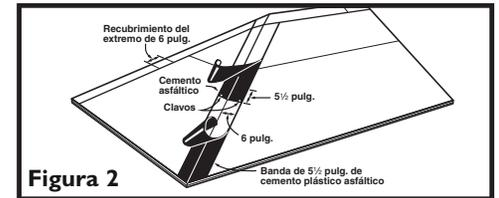

Figura 2
**Caballetes y cumbreras:** Recorte, empalme y clave las hojas cuando se unan en el caballete o cumbrera. Después, corte bandas de 12 x 36 pulg. del techo de rollo y dóblelas a lo largo para dejar 6 pulg. entre cada lado de la unión. No doble las bandas en clima frío sin haberlas calentado primero. Éstas se usarán como "tejas" para cubrir la unión, cada una superponiéndose a la otra 6 pulg., como se muestra en la Figura 2.